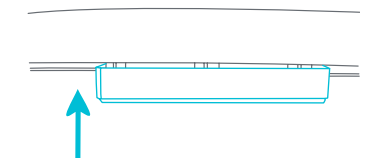

Fig. 13b
- **REINSTALAR:** Empuje el tope en la carcasa completamente (Fig. 13b). Asegúrese de aplicar suficiente presión al insertar los tapones.